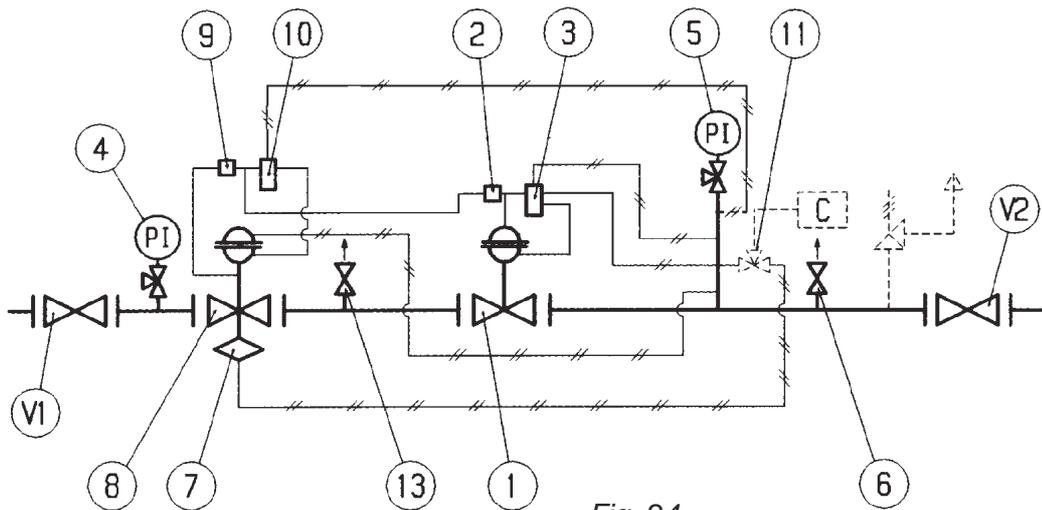

Fig. 24
**5.5 MISE EN SERVICE DU REGULATEUR PLUS MONITEUR EN LIGNE REFLUX 819 AVEC CLAPET INCORPORE SB/82 (FIG. 24)**
- B) Sur les appareils sans vanne «push» (fig. 24), nous vous recommandons de connecter la tête de commande séparément à une pression contrôlée et répétez les opérations décrites ci-dessus.